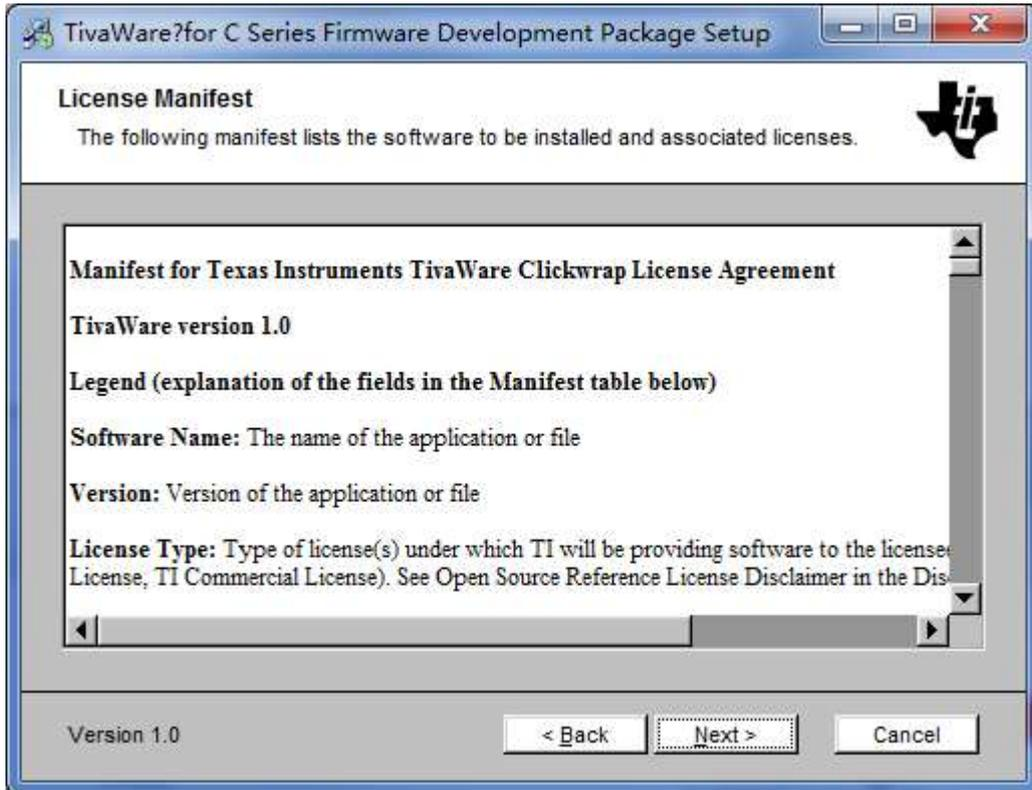

图 3.2 TivaWare 安装步骤 2
(3) 点击 next，出现 TivaWare 的版本信息，如图 3-2;